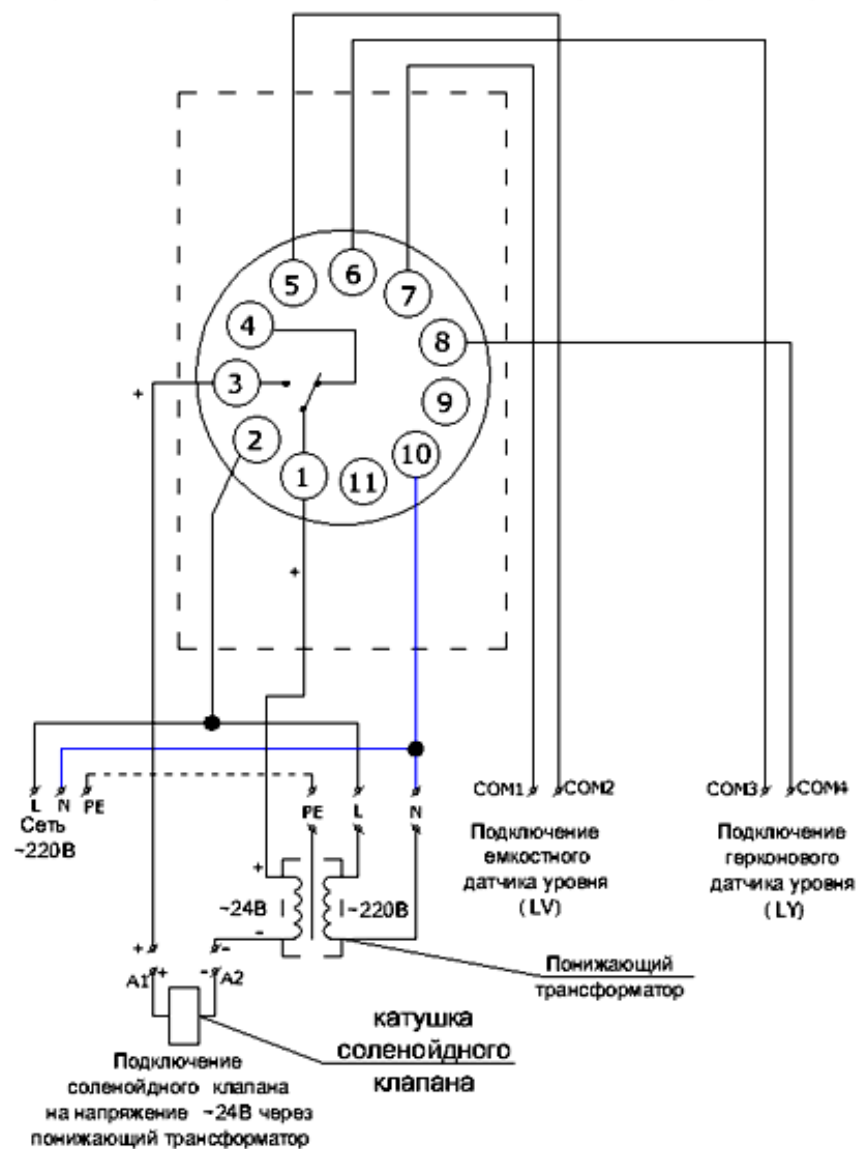

РИС.2
Подключение и принцип работы РКУ с: - соленоидным клапаном (~220в) (см. приложение «А», рис. 1); - соленоидным клапаном (~24в). (см. приложение «А», рис. 2).	Для того чтобы РКУ работало на автодолив, необходимо подключить один из датчиков уровня (Емкостной (LV) к клеммам «5», «7» или Герконовый (LY) к клеммам «6», «8»). Затем закрепить датчик уровня на необходимой высоте. К клеммам «3», «N» подключить соленоидный клапан. При падении уровня жидкости ниже установленного уровня, включается соленоидный клапан для автодолива. При достижении установленного уровня соленоидный клапан отключается. Примечание: при использовании соленоидного клапана (~24в), подключение произвести через понижающий трансформатор.